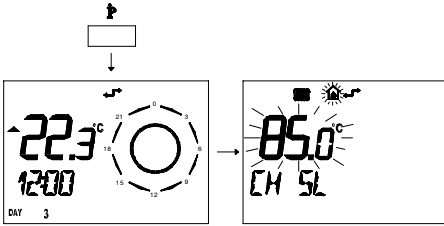

fig. 5.47
- 1 Premere per più di 3 secondi il pulsante per entrare in modalità **INFO** fig. 5.47